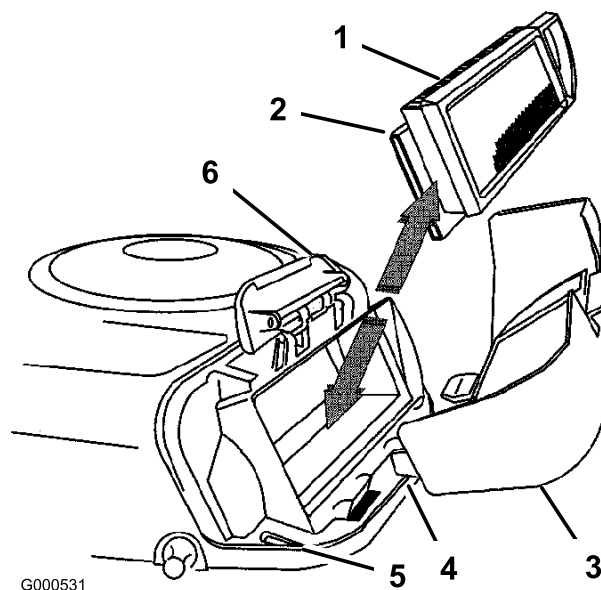

Figure 32
2. Placez les languettes du couvercle du filtre à air en face des fentes du carter de ventilateur (Figure 32).
5. Sortez avec précaution les éléments en papier et en mousse du carter de ventilateur (Figure 32).